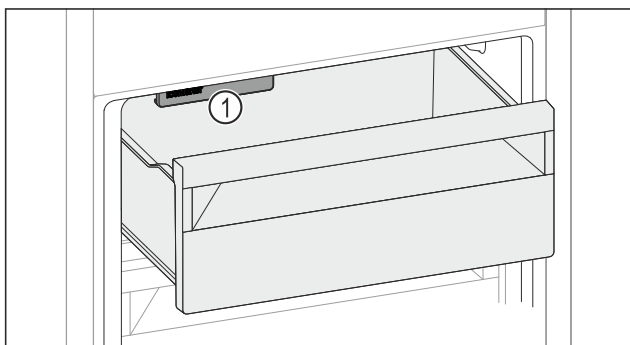

Fig. 224
- Dávejte pozor na IceMaker Fig. 224 (1).